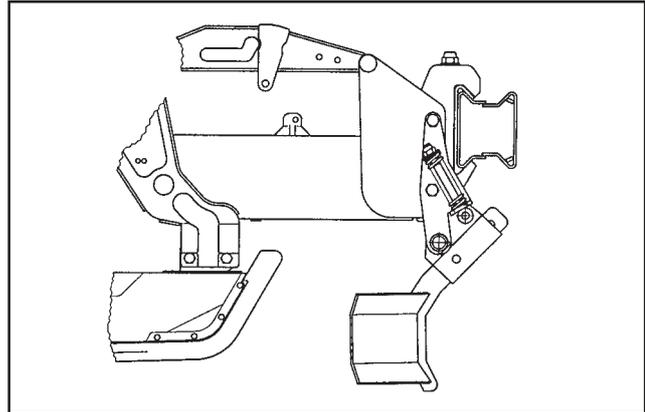

Fig. 12.3
12.5.1 Stein- und Klutenräumer (Fig. 12.3) für Classic-Säagregat, Best.-Nr.: 910 218